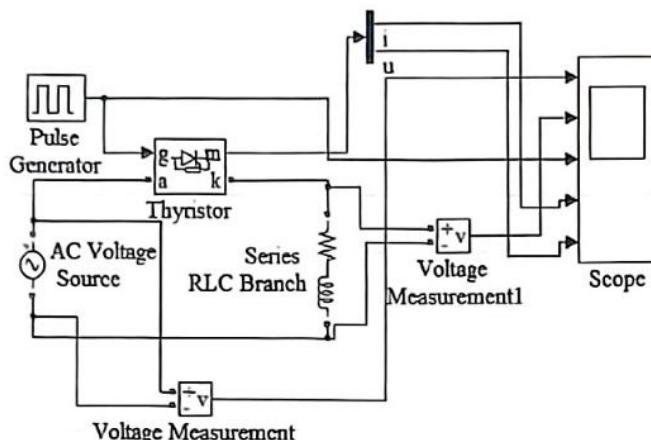

图 1-55 单相半波可控整流电路建模图
(1) 在 MATLAB 界面找到 SIMULINK (快捷图标为  ) 并打开，创建一个空白的 SIMULINK 仿真文件，并打开 Library Browser。用 SIMULINK 搭建单相半波可控整流电路的仿真电路图，并记录搭建模型图及仿真模型图的过程。
① 建模：根据表 1-13 中的模块名称，在搜索框中搜索需要的模块，并将它放置在文档合适的位置，用导线连接形成建模图，如图 1-55 所示。